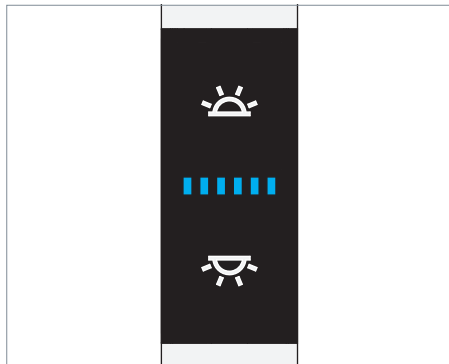

Fig. 11: Élément de commande.
- Appuyez sur la touche supérieure, voir Fig. 11.
- Appuyez sur la touche inférieure, voir Fig. 11.
- Appuyez sur la touche inférieure et tenez-la appuyée, voir Fig. 11.
- Appuyez sur la touche supérieure et tenez-la appuyée pendant au moins une seconde, voir Fig. 11.
- ▶ Appuyez sur la touche supérieure et tenez-la appuyée pendant au moins une seconde ou éteignez et allumez de nouveau VTL, voir Fig. 11.